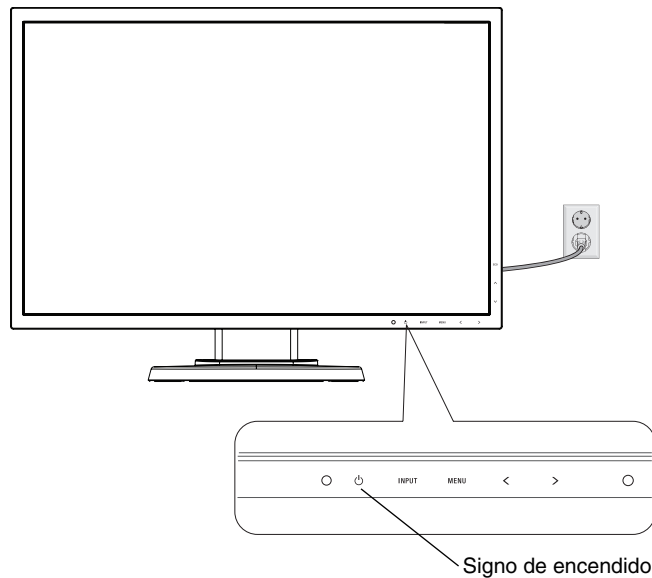

Figura E.1
- Encienda el ordenador y después el monitor pulsando la tecla de encendido situada en la parte frontal (**figura E.1**).